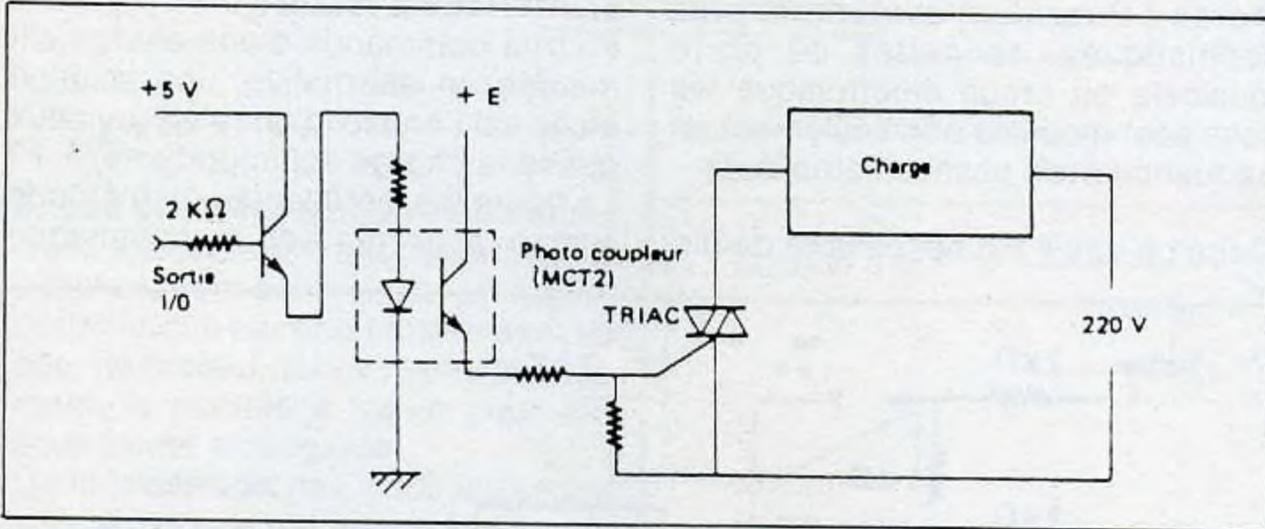

Fig. 93
**bien isoler la partie microprocesseur et la partie de commande de puissance.** La figure 93 donne le schéma d'un exemple de réalisation.